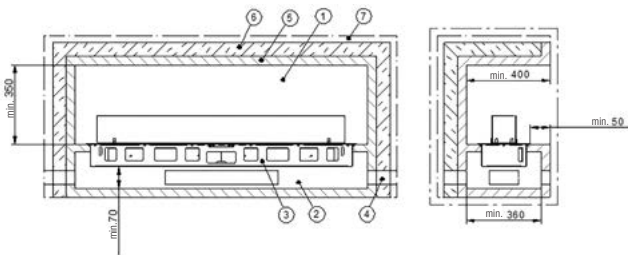

Abb. 29 Mindestmaße Feuerraum
- Die Wärmedämmung ist mit Matten, Platten oder Schalen aus silika- tischen Dämmstoffen (Stein, Schlacke sowie Keramikfasern) der Bau- stoffklasse A1 nach DIN 4102 Teil 1 mit einer oberen Anwendungsgrenz- temperatur von mindestens 700°C bei Prüfung nach DIN 52271 und einer Nennrohdichte von 80 kg/m³ zu verwenden. Diese müssen eine entsprechende Dämmstoffkennziffer nach AGI-Q 132 haben (Die Angabe der Wärmedämmstoffdicke (Abb. 29) bezieht sich auf Mineralwolle, gemäß AGI Q 132.).